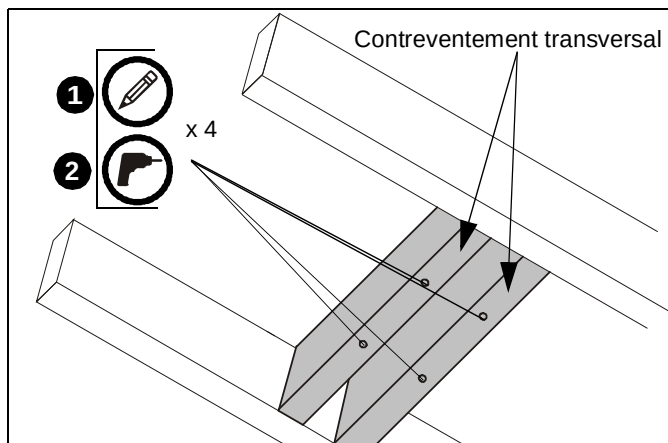

Figure 4
1. Utilisez la plaque de fixation au plafond (A) comme modèle, marquez les emplacements des quatre avant-trous (Voir la Figure 4). Assurez-vous que les marques se trouvent au centre des solives en bois.
2. Percez les avant-trous de 5,55 mm (7/32") de diamètre dans les contreventements transversaux des montants en bois. (Voir la Figure 4) Assurez-vous que les avant-trous sont droits.